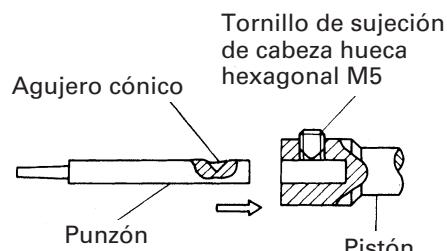

Fig. 9
- Inserte el nuevo punzón alineando el orificio roscado del mismo y la dirección del tornillo de sujeción de cabeza hexagonal M5 (consulte la Fig. 9).
(2) Reemplazo del troquel